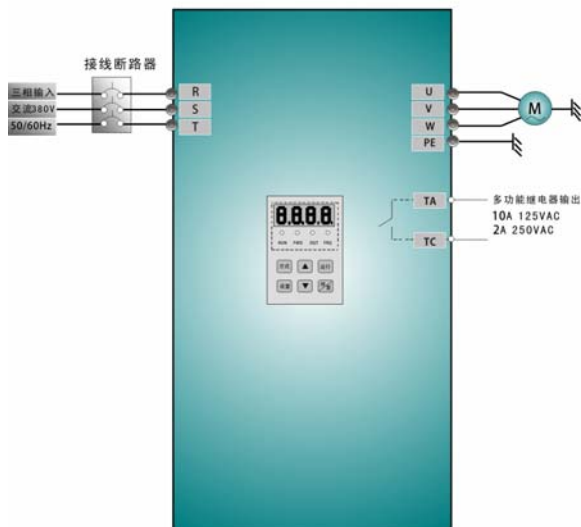

图 4-1 接线图 1
- (1) 按图 4-1 配线，检查接线正确后，合上空气开关，变频器上电；
- (2) 按方式键，进入编程菜单。
- (3) 设置变频器的功能参数；
- ① 进入 F203 参数，设置为 0；
- ② 进入 F113 参数，设置目标频率为 50.00Hz；
- ③ 进入 F200 参数，设置为 0，选择键盘控制起动方式；
- ④ 进入 F201 参数，设置为 0，选择键盘控制停机方式；
- ⑤ 进入 F202 参数，设置为 0，选择正转锁定。
- (4) 按运行键，起动变频器运行；
- (5) 在运行中，可按动▲或▼键，修改变频器当前频率；
- (6) 按“停/复”键一次，电机减速，直到停止运行；
- (2) 按方式键，进入编程菜单；
- (3) 设置变频器的功能参数：
- ① 进入 F132 参数，设置为 1，选择键盘点动；
- ② 进入 F200 参数，设置为 0，选择操作键盘运行命令控制方式；
- ③ 进入 F124 参数，设置点动运行频率为 5.00Hz；
- ④ 进入 F125 参数，设置点动加速时间为 30s；
- ⑤ 进入 F126 参数，设置点动减速时间为 30s；
- ⑥ 进入 F202 参数，设置为 0，选择正转锁定。
- (4) 一直按住运行键，电机加速到点动设定频率，并保持点动运行状态；
- (5) 松开运行键，电机减速，直到停止点动运行；